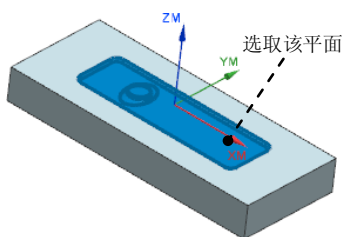

图 7.13 指定切削区域
Step2. 选取图 7.13 所示的面为切削区域（共 18 个面），在“切削区域”对话框中单击  按钮，完成切削区域的创建，同时系统返回到“型腔铣”对话框。